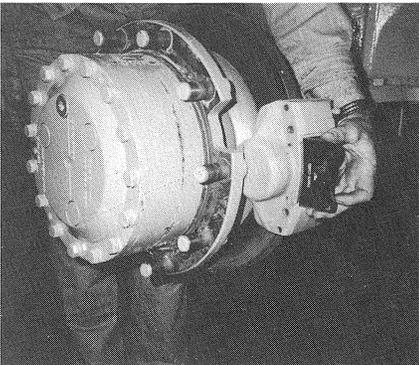

Bild 53
- (5) Bremsklötze herausziehen (Bild 53).